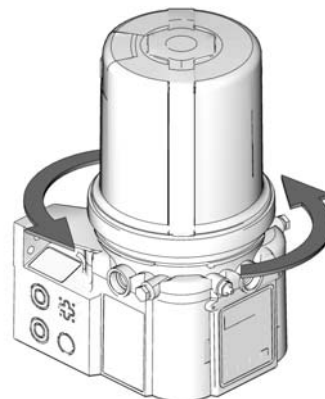

FIG. 2
3. Utiliser la clé à sangle autour du réservoir et tourner 1/4 de réservoir dans le sens antihoraire (FIG. 2).